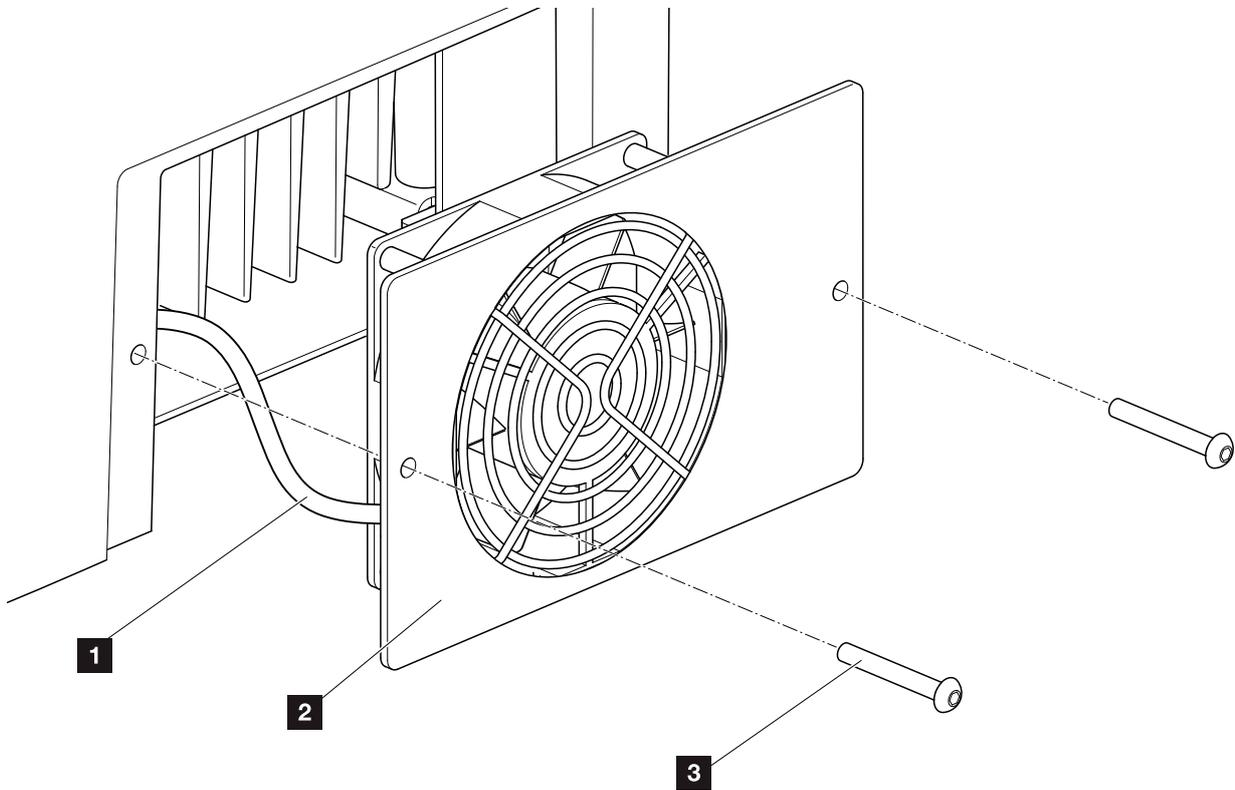

Abb. 64: Lüfter ausbauen
2. Lüfter ausbauen ☑ **Abb. 64**
☑ **Abb. 64, Pos. 1**